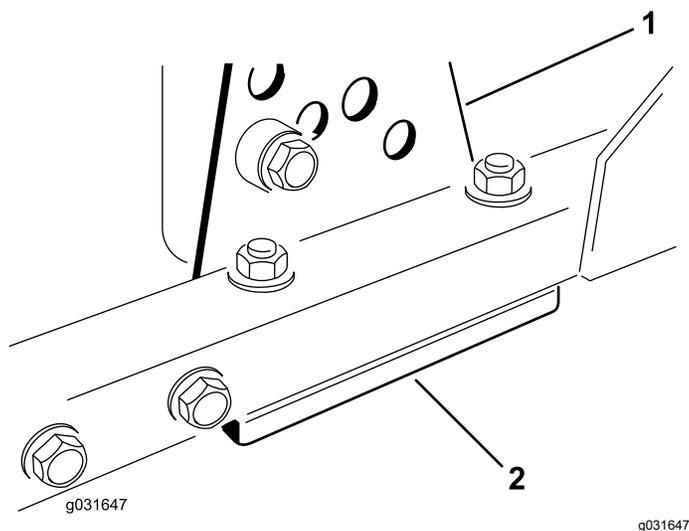

Bild 69
1. Entfernen Sie die Schnitthöhen-Einstellhalterung (vorne, links oder rechts) vom Mähwerkrahmen (Bild 69).
2. Führen Sie 1,5-mm- und/oder 0,7-mm-Beilagscheiben zwischen dem Mähwerkrahmen und der Halterung ein, um die gewünschte Schnitthöhe zu erhalten (Bild 69).
3. Bringen Sie die Schnitthöhen-Einstellhalterung am Mähwerkrahmen mit den restlichen Beilagscheiben unter dem Bügel an (Bild 69).